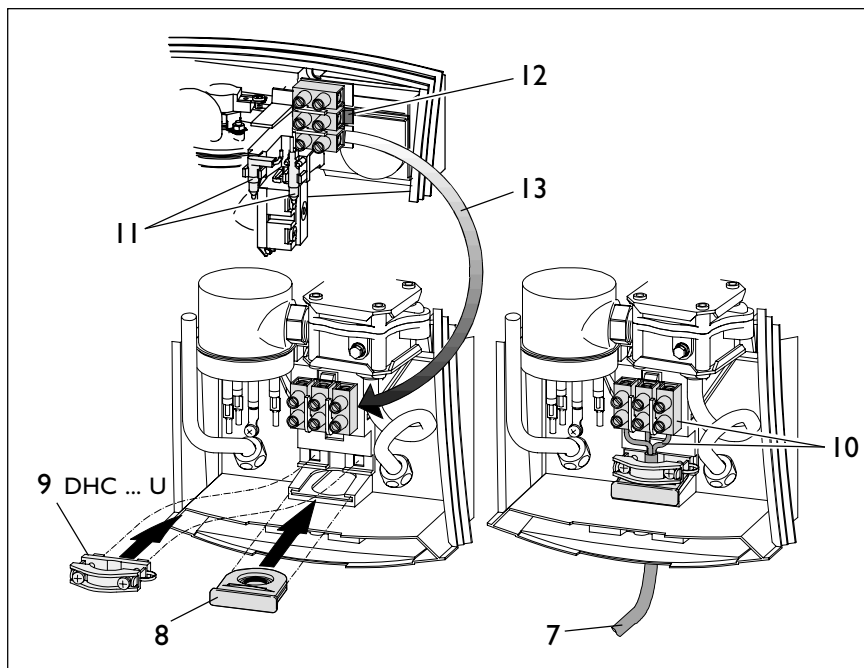
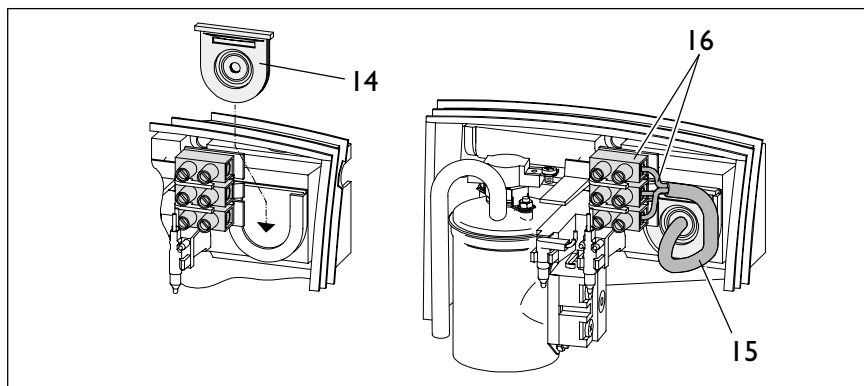

Рис. 16
Рис. 17
3. Электрический кабель укоротить в соответствии с рис. 16 и изолировать (кроме прибора ДНС 3 U).
**⚠** Для защиты от попадания воды необходимо использовать уплотнение кабеля (рис. 16, поз. 8 и рис. 17, поз. 14). Вырезать уплотнительную шайбу в соответствии с толщиной кабеля электроподключения.
### DHC 3 U (рис. 16)
### DHC 6 U (рис. 16)
- **Подключение в верхней части прибора/открытая или скрытая проводка (рис. 17)**
- Отжать фиксатор клеммной колодки (рис. 16, поз. 12), вынуть клеммную колодку и смонтировать ее в нижней части прибора (поз. 13).